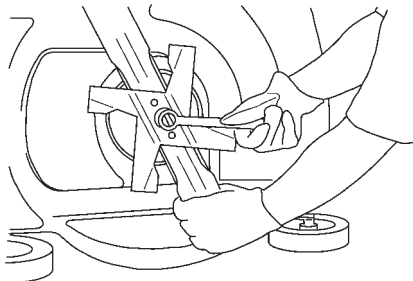

Figure 83
3. Installer l'hélice de paillage dans le logement de la lame et serrer avec l'écrou de lame (Fig. 83).